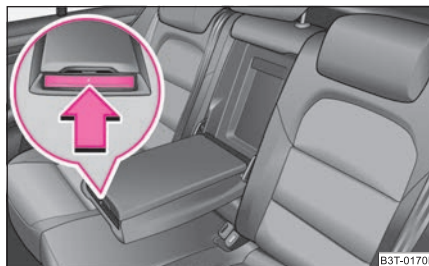

Abb. 85 Armlehne der Rücksitze:
- Drücken Sie an die Stirnseite der Armlehne in Pfeilrichtung ⇒ Abb. 85, der Getränkehalter fährt heraus.